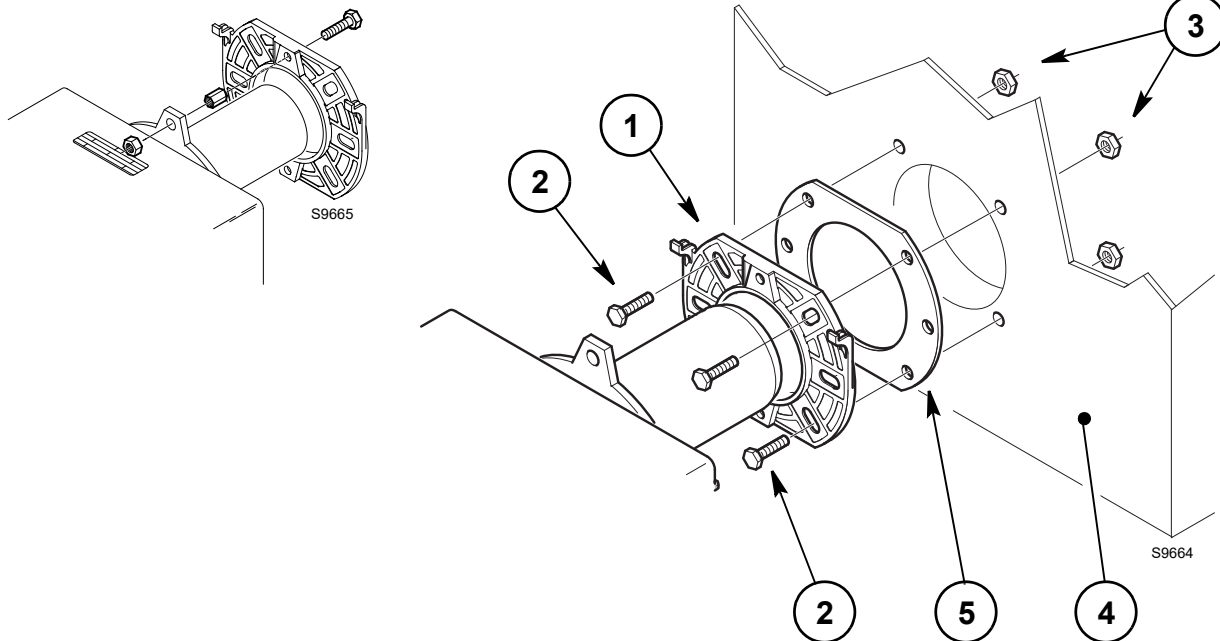

Abb. 8
- Am Flansch 1) (Abb. 8 die Schraube 2) und die beiden Muttern 3) einsetzen.
- Mit den Schrauben 2) und (falls erforderlich) den Muttern 3) den Flansch 1) an der Kesseltür 4) (Abb. 8) mit Isolierdichtung 5) befestigen.